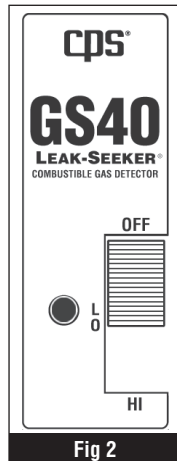

Fig 2
2. Encender el instrumento deslizando el interruptor OFF-LO-HI a la posición LO como lo muestra la Fig 2. Esta operación selecciona la sensibilidad baja del GS40 e inicia el proceso de calentamiento y actualización.
2. Schalten Sie das Gerät ein indem Sie den Schiebeschalter auf der Frontseite des Gerätes in die LO-Position schieben wie in Fig.2 zu sehen. Das Gerät ist nun in der Position für leichte Sensitivität eingestellt.
2. Mettez l'instrument en marche en faisant glisser le bouton à la position 'LO', comme indiqué dans la Fig 2. Ceci met l'instrument dans son état d'une sensibilité faible.